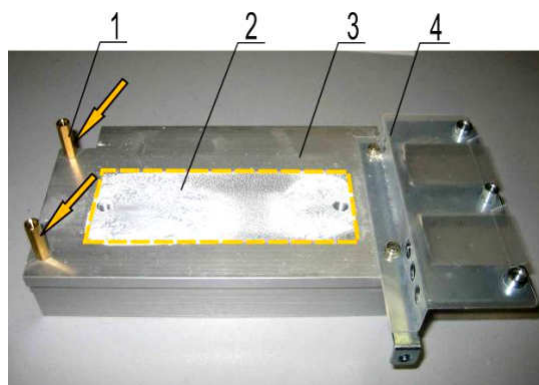

Рис. 7.1
7.1.1. Взять сборку, состоящую из металлического кронштейна (4), радиатора (3) и стоек (1) (рис. 7.1), положить на рабочий стол. При необходимости удалить с поверхности радиатора остатки теплопроводного компаунда (2) салфеткой, смоченной СБС.